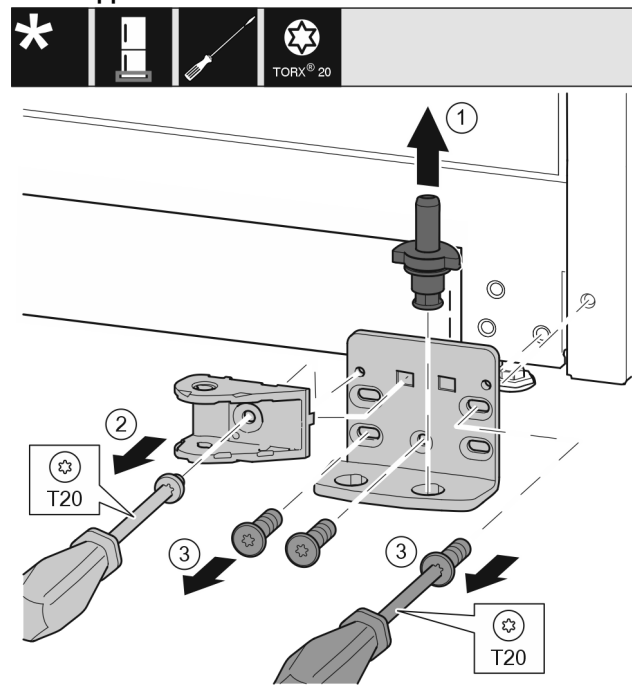

Fig. 34 *
- Lagerbouten compleet vanaf de bovenkant eruit trekken. Fig. 34 (1)*
- Schroeven met schroevendraaier T20 eruit draaien en de sluitdemperverbinding eraf halen. Fig. 34 (2)
- Schroeven met schroevendraaier T20 eruit draaien en de lagerbus eraf halen. *Fig. 34 (3)**